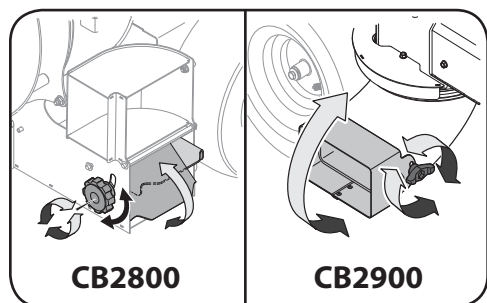

Figure 4-12
2. Desserrez le bouton à l'avant du déflecteur d'éjection en tournant vers la gauche. Voir Figure 4-12.
3. Pour pivoter le déflecteur, faites glisser le bouton dans la rainure pour changer l'angle des volets. Voir Figure 4-12.